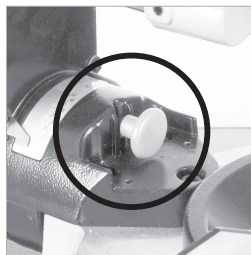

Fig. 17
- Retirez la goupille d'accès au biseau droit et tournez-la sur ¼ de tour pour la maintenir en position libre. Ceci permet d'accéder aux angles de biseau à droite (**Fig. 17**)